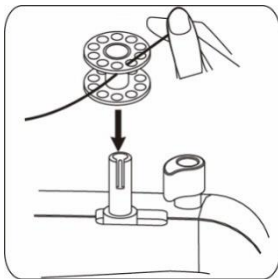

Abb. 30
3. Fädeln Sie den Faden durch das kleine Loch im leeren Spulengehäuse und halten Sie den Faden mit einer Hand fest. Stecken Sie die Spule auf den Aufspuler. (Abb. 30)